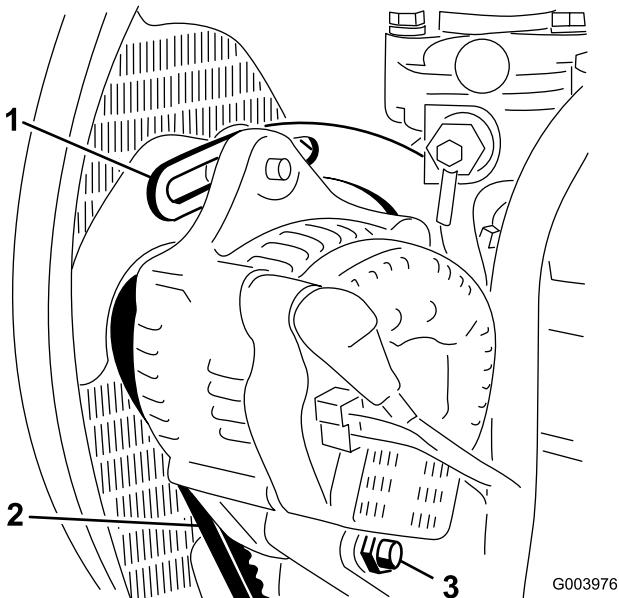

Figura 74
2. Compruebe la tensión de la correa del alternador flexionándola (Figura 74) en el punto intermedio entre las poleas del alternador y del cigüeñal con una fuerza de 10 kg (22 lb).
3. Afloje el perno que fija el tirante al motor (Figura 74), el perno que fija el alternador al tirante y el perno de pivot.